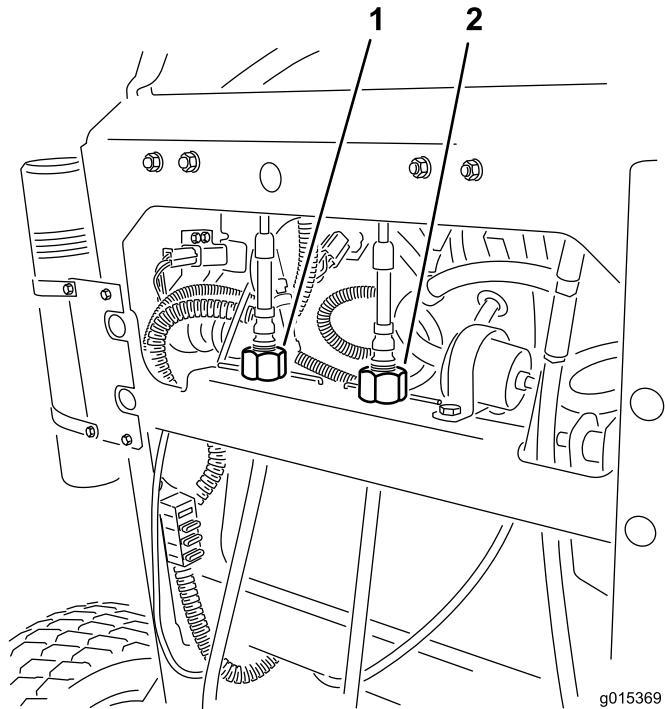

Figura 28
6. Gire el ajuste del cable izquierdo hasta que la velocidad de la rueda izquierda coincida con la velocidad de la rueda derecha establecida anteriormente. Ajuste en incrementos de 1/4 vuelta hasta que la máquina avance en línea recta (Figura 28).